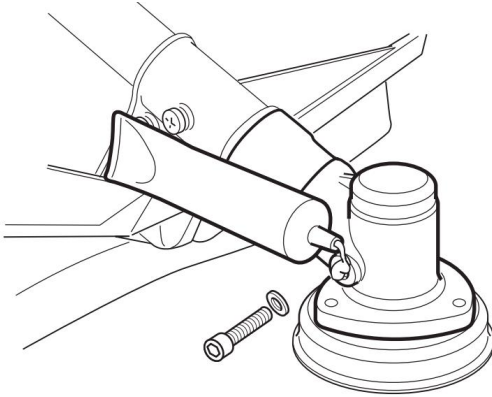

Fig. 68
2. Add suitable lubricant (Fig. 68).